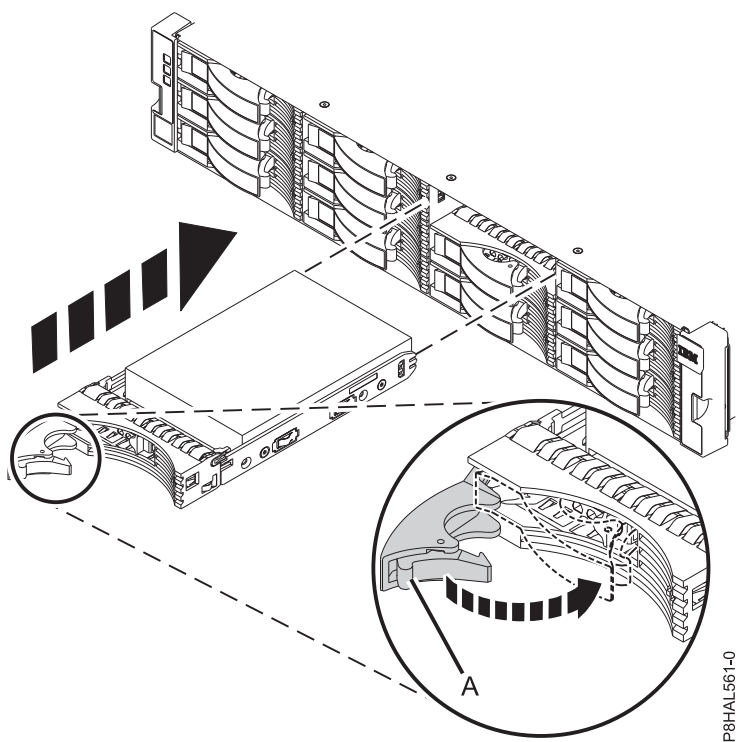
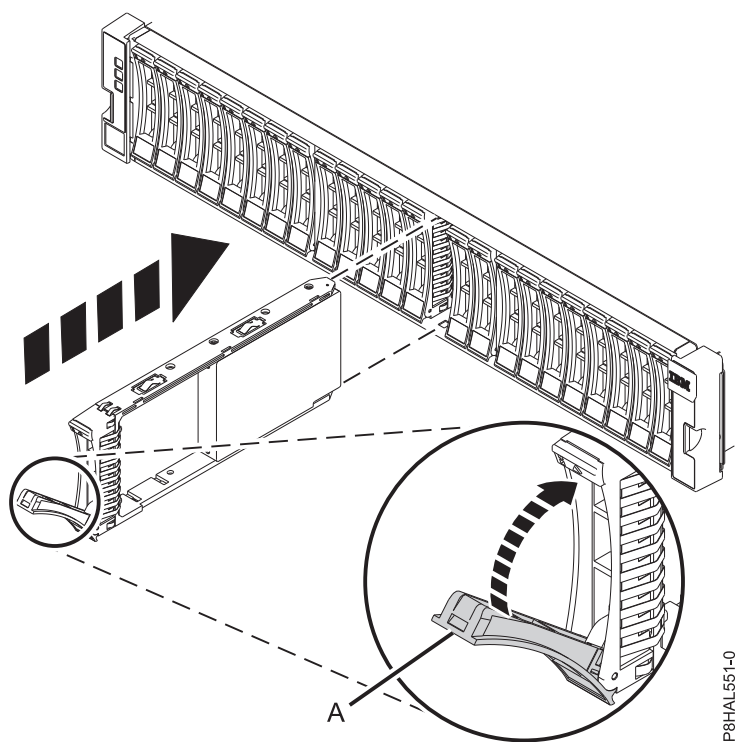

図 10. ESLL ストレージ・エンクロージャーへのディスク・ドライブの取り付け
図 11. ESLS ストレージ・エンクロージャーへのディスク・ドライブの取り付け
3. ハンドルがロック解除位置になっている状態で、ディスク・ドライブの底部を支えながら、ディスク・ドライブをディスク・ドライブ・エンクロージャーのガイド・レールと位置合わせします。 11 ページの図 10または 11 ページの図 11を参照